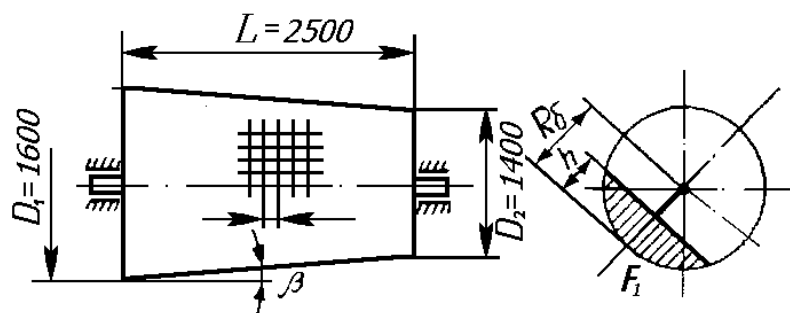

Рис. 1. Схема к расчету сита барабанного типа
3. Определить производительность (т/ч), число оборотов, размеры ячеек барабанного сита; мощность, потребляемую электродвигателем (рис. 1).